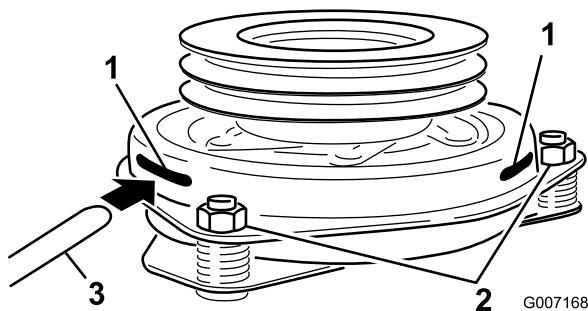

**Figure 53**
6. Débranchez la connexion électrique de l'embrayage (Figure 53).
7. Déposez les deux boulons qui fixent la barrette d'embrayage en caoutchouc au châssis du plateau de coupe (Figure 53).
8. Déposez le boulon central de fixation de l'embrayage à l'arbre du moteur, et déposez l'embrayage et la clavette (Figure 53).
15. Tout en maintenant le vilebrequin à l'arrière de la machine, posez le boulon central et serrez-le à 68 Nm (Figure 53).
16. Fixez la barrette caoutchouc de l'embrayage sur le châssis du plateau de coupe au moyen des deux boulons et écrous retirés précédemment (Figure 53).
18. Branchez la connexion électrique de l'embrayage (Figure 53).